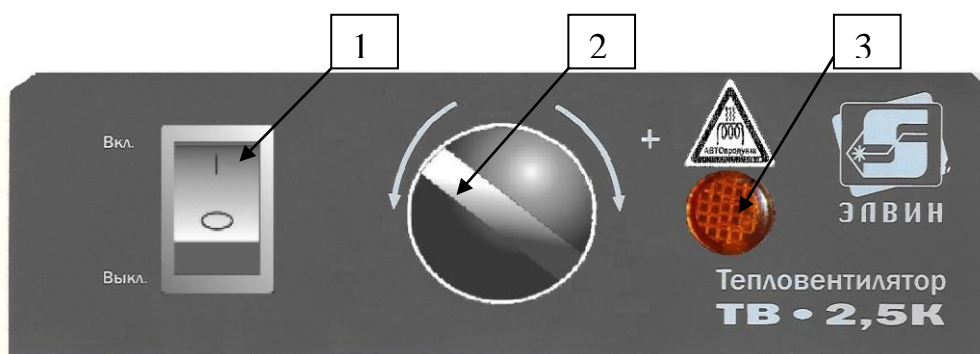

Рис.2. Панель управления
6.2. Установить клавишу (см. рис.2) включения вентилятора (1) в положение «О». Ручку терморегулятора (4) повернуть в крайнее против часовой стрелки положение.
Повернуть ручку регулятора температуры, с лёгким усилием против часовой стрелки в нулевое положение до упора. Установить клавишу (1) включения вентилятора (см.рис.2) в положение «I» , при этом начинает работать вентилятор и загорается подсветка клавиши.